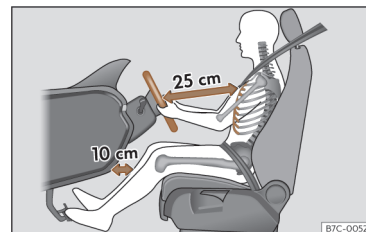

Fig. 17 A separação correta entre o condutor e o volante deve ser de 25 cm no mínimo (10 polegadas).
- Ajuste o volante de modo a ficar a uma distância de, pelo menos, 25 cm (10 polegadas) do esterno >>> **Fig. 17** e a poder segurá-lo com ambas as mãos pelos lados, pela parte exterior, com os braços ligeiramente fletidos.